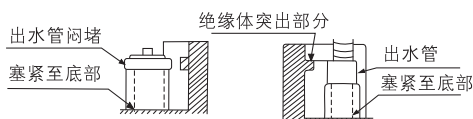

图9
- (3) 如铜管从左边引出时,需将出水管和出水管闷堵互换位置,然后需如图9所示塞紧。(如果塞得不紧,冷凝水将会漏出及滴落。)